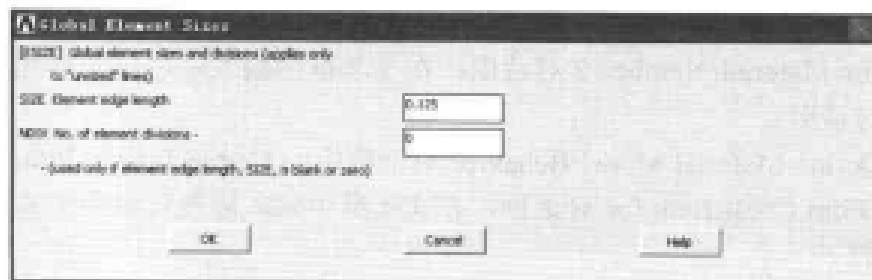

图 9-67 定义单元尺寸对话框
(4) 选择 Utility Menu | PlotCtrls | Numbering 命令，出现 Plot Numbering Controls 对话框，选择 KP Keypoint numbers，使其状态从 Off 变为 On，单击 OK 按钮关闭该对话框。
(5) 选择 Main Menu | Preprocessor | Modeling | Create | Lines | Lines | In Active Coord 命令，出现 Lines In Active 菜单，在文本框中输入 2, 3，单击 Apply 按钮，再输入 3, 4，单击 OK 按钮关闭该菜单。
(6) 选择 Main Menu | Preprocessor | Meshing | Size Cntrls | ManualSize | Global | Size 命令，出现 Global Element Sizes 对话框，在 SIZE Element edge length 文本框中输入单元尺寸 0.125，如图 9-67 所示，单击 OK 按钮关闭该对话框。